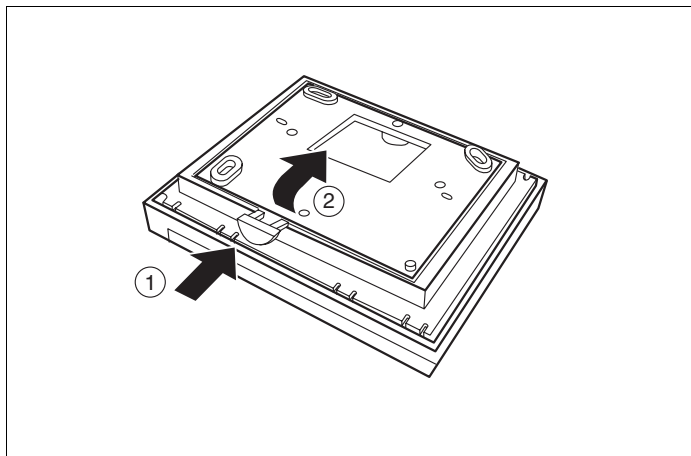

Fig. 4 Se separă aparatul de reglaj de placa de montaj
- Se apasă tasta de resetare aflată pe partea de dedesubt a plăcii de montaj (Fig. 4, **Poz. 1**).
- Se scoate placa de montaj în direcția săgeții (Fig. 4, **Poz. 2**).